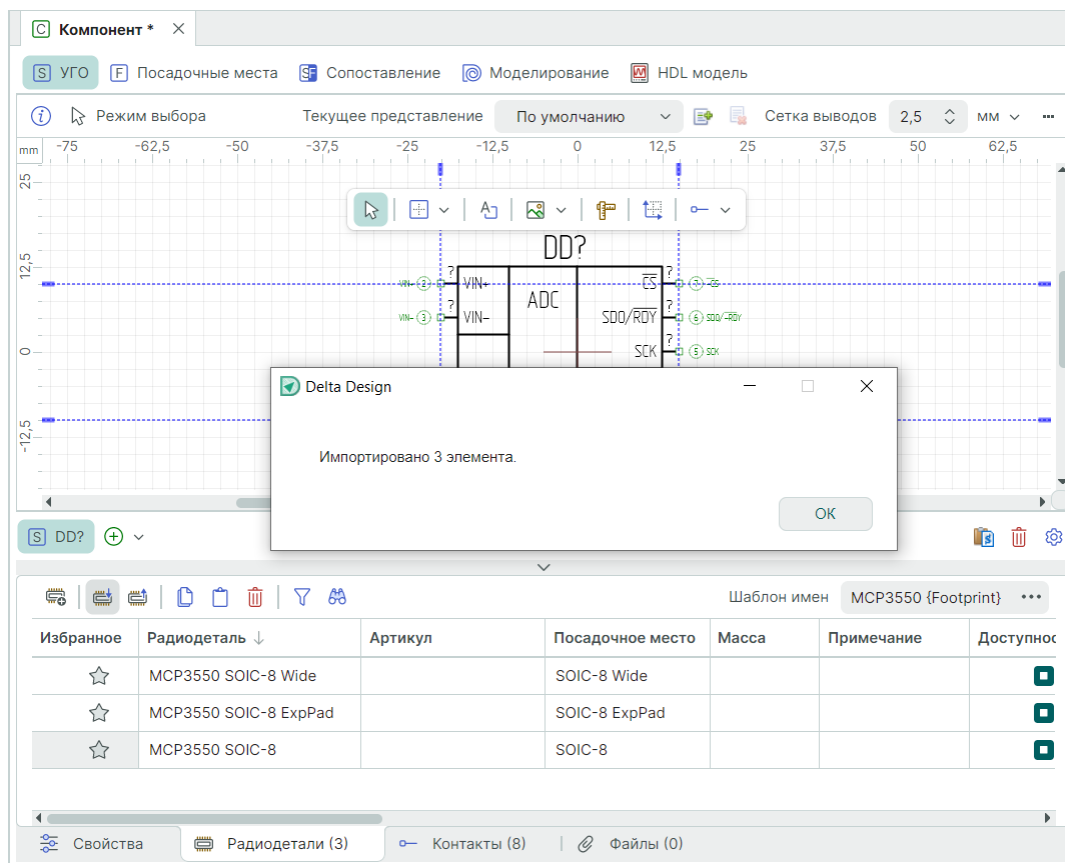

Рис. 309 Результат импорта данных радиодеталей
- В таблице вкладки «Рдиодетали» редактора компонентов отображаются добавленные строки импортированных радиодеталей, см. Рис. 309.